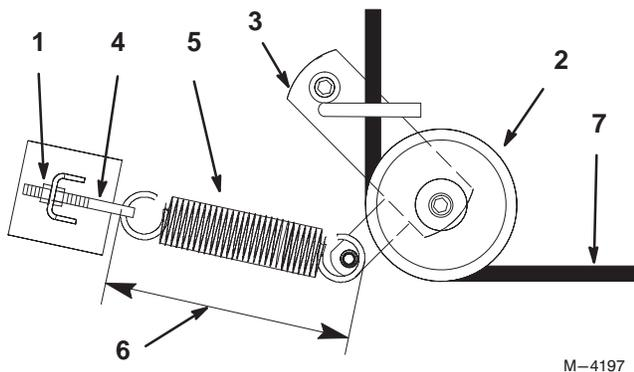

Figure 61
3. Desserrez l'écrou extérieur sur le boulon à œil du ressort (Fig. 61).
5. Déposez la poulie folle rappelée par ressort (Fig. 61).
6. Faites passer la courroie neuve dans le bras de renvoi (Fig. 61).
8. Resserrez l'écrou extérieur sur le boulon à œil du ressort (Fig. 61).
Remarque : Vérifiez la longueur du ressort. Il doit mesurer 238 mm ± 0,3 mm. Procédez à un réglage si la longueur n'est pas correcte (Fig. 61).